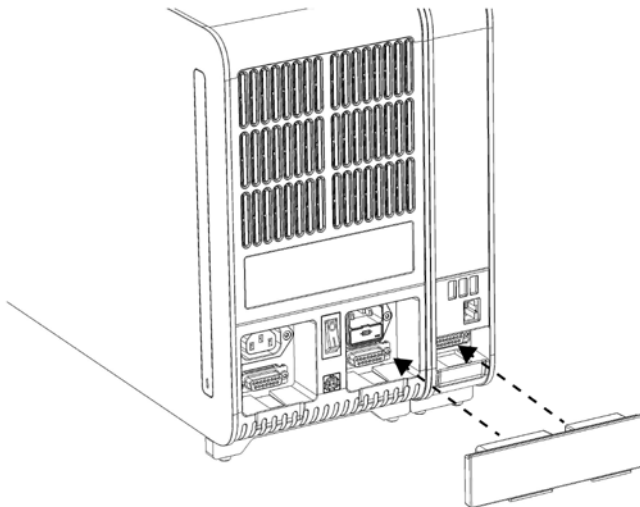

Figura 8. Conectarea punții modul analitic/operational.
5. Conectați puntea modul analitic/operational din spatele QIStat-Dx Analyzer 1.0 pentru interconectarea modului operational cu cel analitic (Figura 8).